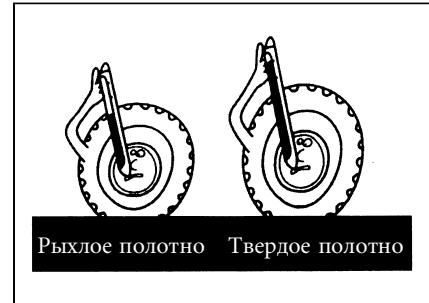

Рис. 2–22
- При взрыве можно двигать запчасти, как шину, обод, приводной мост расстоянием от машины более 500м; взрывные и разбрызгивающие обломки могут приводить к серьезному повреждению и смерти личности, поэтому необходимо обеспечить нормальность давления вшине, запрещается газировать шину более номинального давления. (Рис.2–22)